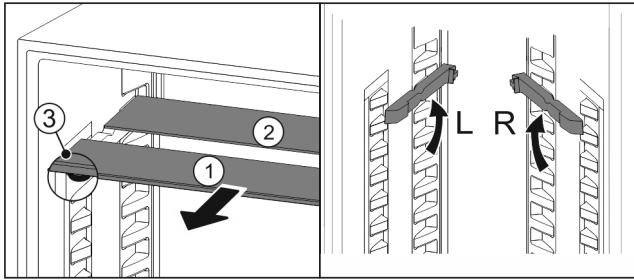

Fig. 145
- ▶ 将玻璃隔板逐个向前拉出 Fig. 145 (1)。
- ▷ 带装饰条的玻璃隔板 Fig. 145 (1) 在前。
- ▷ 阻挡装置 Fig. 145 (3) 指向下方。